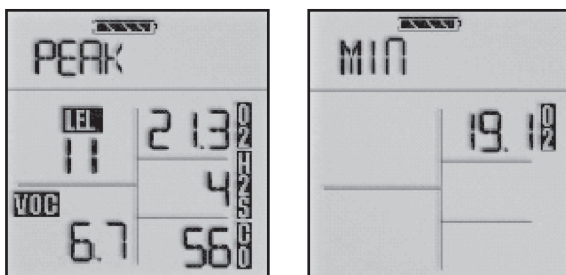

Figura 11:
4.2.1 Letture dei picchi (PEAK) (Figura 11)
4.2.2 Letture minime (MIN) (Figura 11)